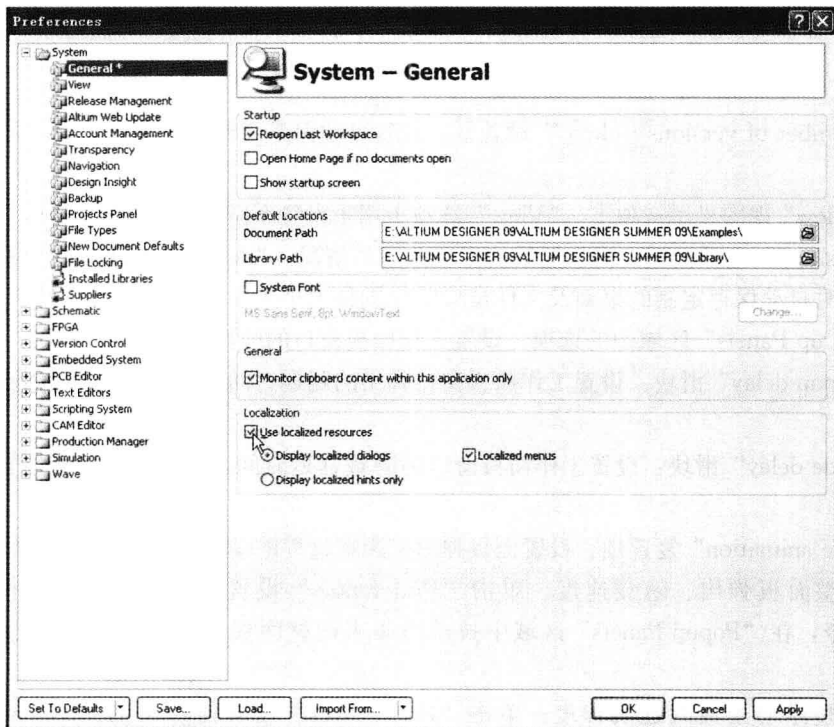

图 1-5 选中“Use Localized resources”复选框
在使用 Altium Designer 9 软件前，需要对系统参数进行设置，以适应自己的操作习惯。用户单击“DXP”子菜单下“Preferences”命令，系统将弹出如图 1-5 所示的系统参数设置对话框。
2) 如图1-5所示,在“Localization”区域中,选中“Use Localized resources”复选框,系统会弹出提示框,单击“OK”按钮,然后在“System-General”设置界面中单击“Apply”按钮,使设置生效,再单击“OK”按钮,退出设置界面,关闭软件,重新进入Altium Designer软件系统,即可进入中文编辑环境。